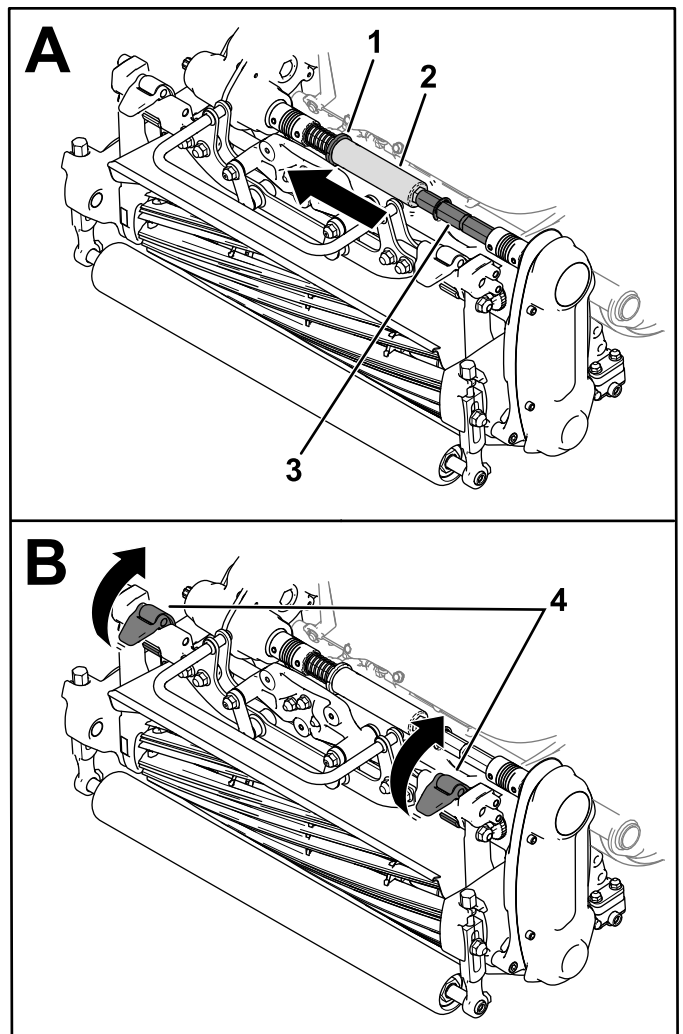

Figure 39
- Placez le collet (Figure 39) dans la rainure de l'arbre de transmission.
- Glissez le tube hexagonal hors de l'arbre d'accouplement de l'unité de coupe (Figure 39).
- Relevez les verrous de suspension pour libérer l'unité de coupe de la machine (Figure 39).